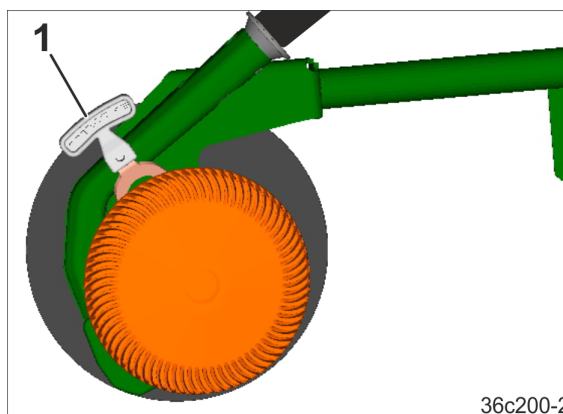

Fig. 179
2. Sæt dybdeføringsskivens/-tallerkenens ansats i det nødvendige hul. Håndtaget (Fig. 179/1) er beregnet til betjening af dybdeføringsskiven/-tallerkenen.